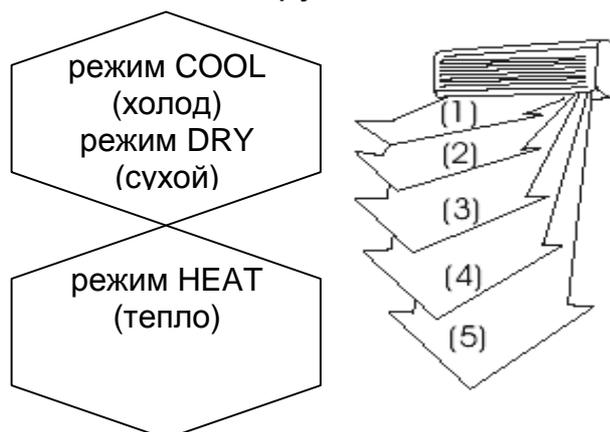

Рис. 2
1. Нажмите кнопку MANUAL SWING (кнопка управления направлением воздушного потока), дефлектор принимает определенный угол. Изменение положения дефлектора внутреннего блока происходит следующим образом: - (1)→(2)→(3)→(4)→(5) (См. Рис.2)